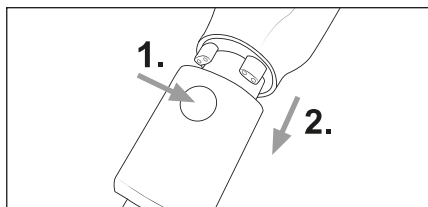

Fig. 12
- ♦ Para desmontar el cepillo combinado 2 en 1 ❶, mantenga pulsado el botón de desencastre del cepillo combinado 2 en 1 ❶ y tire de este para extraerlo del tubo de aspiración ❸ o del orificio de aspiración del aparato (consulte la fig. 12).